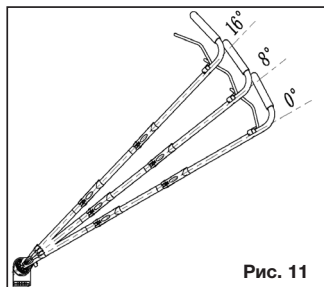

Рис. 11
2. Подберите удобный угол расположения рукоятки от 0° до 16° в соответствии с вашим ростом и длиной рук (рис. 11).